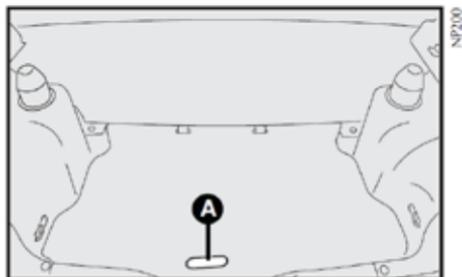

fig. 2
- Levante la alfombra de revestimiento jalando del mismo en el punto indicado A-fig. 2.